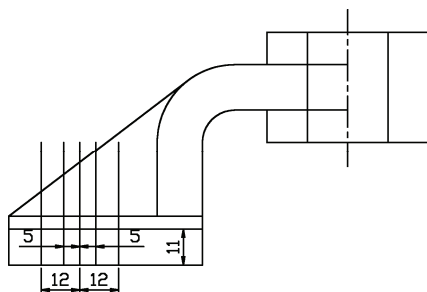

图 3-44 偏移
10) 执行“偏移”命令 (o), 将第 8 步中偏移 38 的线向左右偏移 5、12, 将最下面的水平线段向上偏移 11, 如图 3-44 所示。